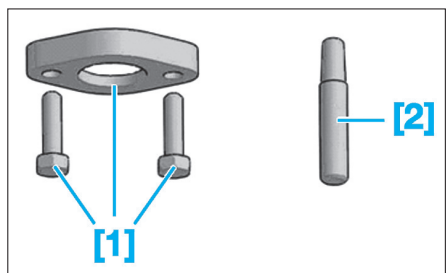

Fig. 26
- [1]. Extracteur de pignon de pompe haute pression (réf : 0194-H) (Fig.26).